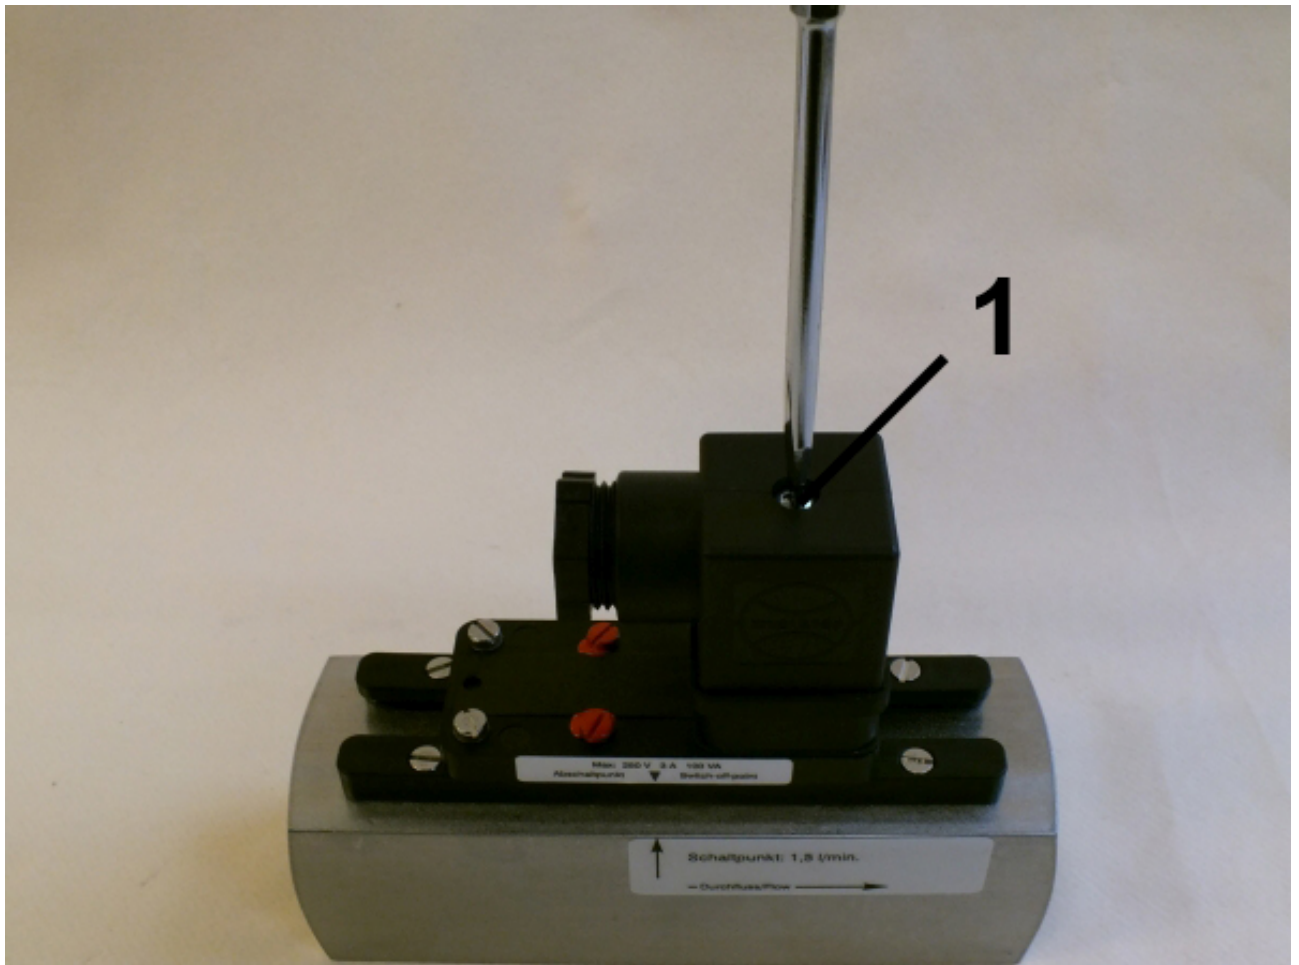

Abb. 27: Steckerdose lösen
1. ➤ Lösen Sie die Befestigungsschraube (Abb. 27/1) von der Steckerdose
9. ➤ Stecken Sie die Steckerdose auf den Gerätestecker. Ziehen Sie die Befestigungsschraube (Abb. 27/1) an